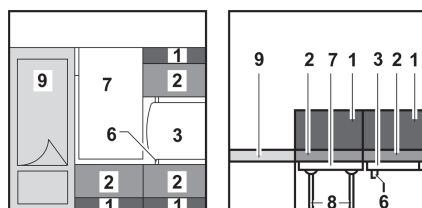

Fig. 81 Durante la transformación
- Enganchar la mesa en el listón de sujeción inferior (Fig. 81,6) y colocarla en el listón.
- Desplegar la tabla adicional (Fig. 81,7).
- Colocar los pies de apoyo (Fig. 81,8) en la tabla adicional.
- Colocar la tabla adicional junto a la cama (Fig. 81,9).